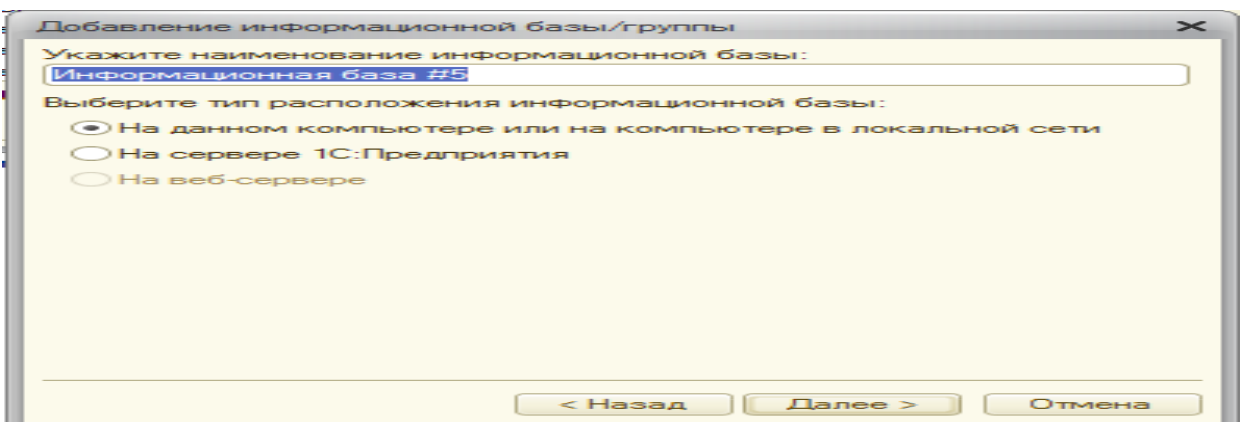

Рис. 9
5. В диалоговом окне в специальном поле введите название создаваемой информационной базы и установите переключатель *На данном компьютере или на компьютере в локальной сети*. Щелкните на кнопке *Далее* - откроется диалоговое окно (рис.9).